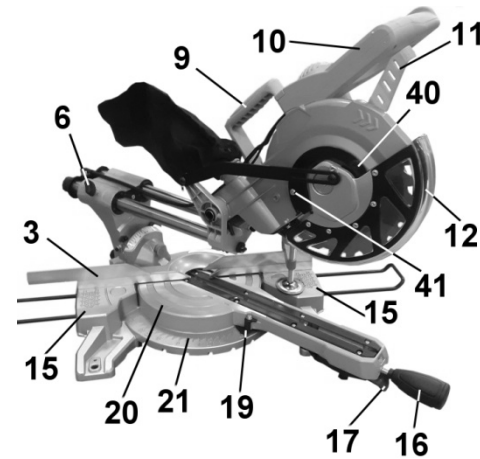

Рис. 7
Демонтируйте винт крепления (41). Переведите защитный кожух (12) и кожух (40) в верхнее положение так, чтобы освободить доступ к креплению пильного диска (13), Рис.7.